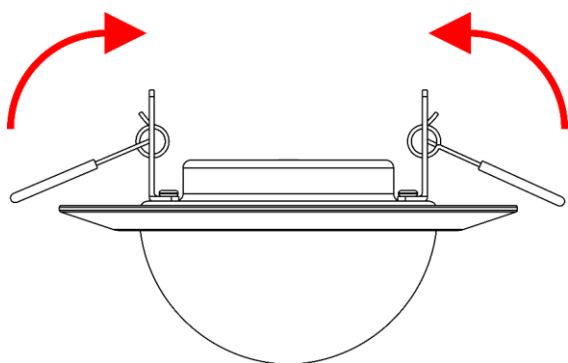
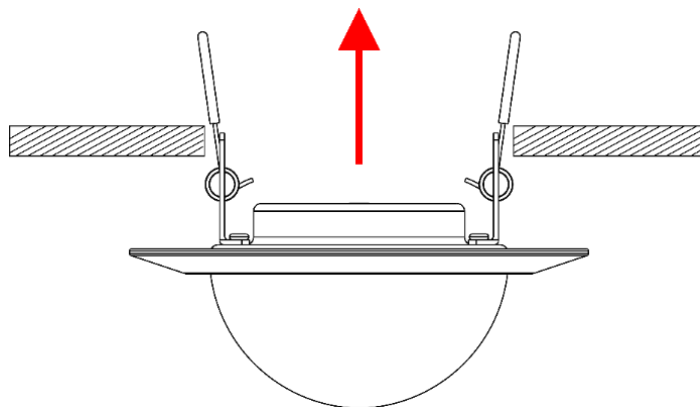

Fig. 04
Fig. 05
- 04) Empuje las **presillas de montaje con resorte (02)** hacia arriba (Fig. 04) y coloque la unidad Pixel Dot en la abertura de montaje (Fig. 05).